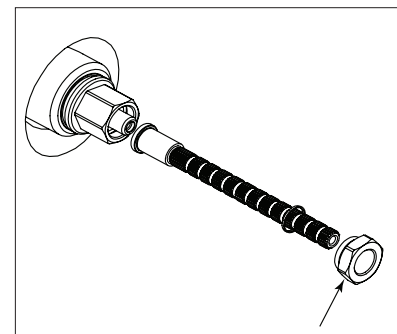

Fig.5
You may want to temporarily remove the handle, lock nut and splice extension for this (Fig.5).
**!** Finally, some lever handles are more heavy than other. If the selected handle has a tendency to self-close, it is also possible to increase the friction required by tightening the small lock nut (at the base of the splice extension). See Fig.5
Vous voudrez peut-être retirer temporairement la poignée, l'écrou de blocage et extension. (Fig.5)
**!** Finalement, certaines poignées à levier sont plus lourdes que les autres. Si la poignée sélectionnée a tendance à se fermer seule, il est possible d'augmenter la friction en serrant l'écrou de blocage (à la base de l'extension de la cartouche). Voir fig.5